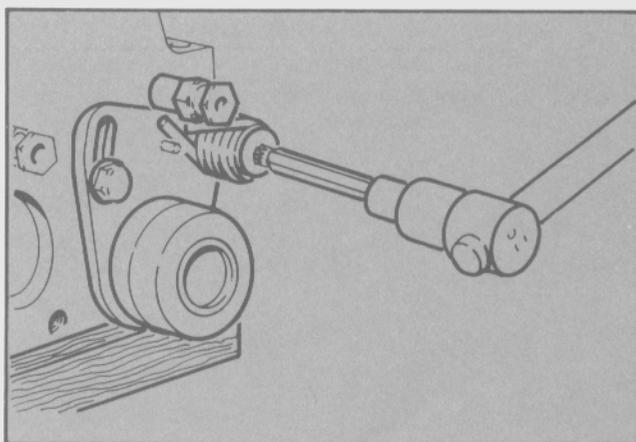

Fig. 21 - Desmontaje del tensor de la correa de distribución
- Retirar el tensor de la correa de distribución utilizando la herramienta T84G-8A616-BAS (Fig. 21).